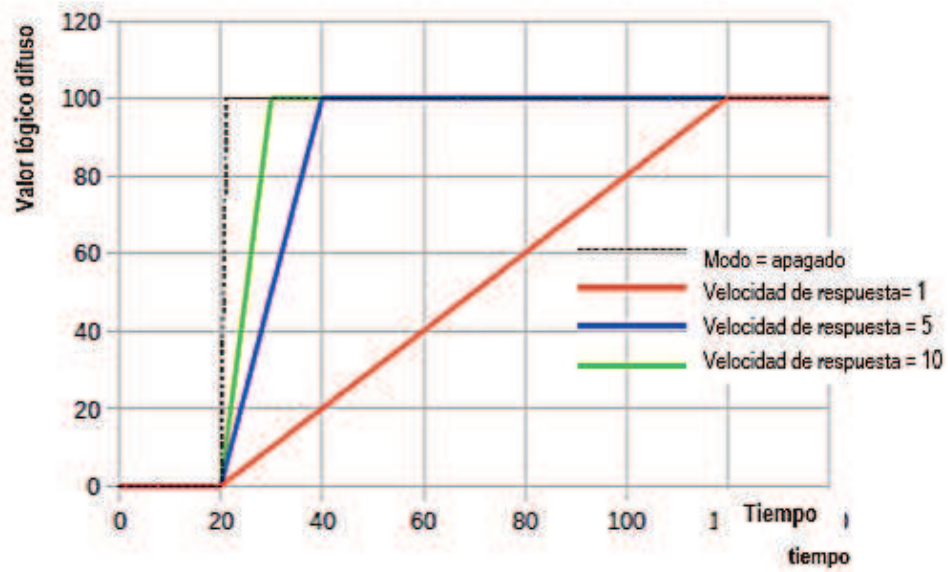

Fig. 7.118. Cambio del valor de la lógica difusa según el parámetro **velocidad de respuesta**
- **Velocidad de respuesta**: define la velocidad de respuesta, (ver Fig. 7.118),